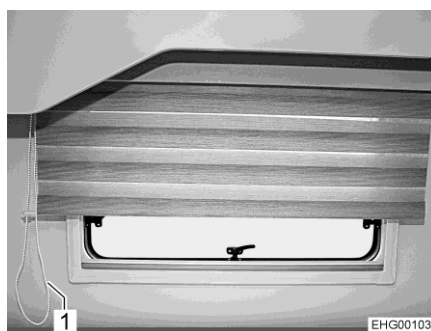

Bild 111 Variabel rullgardin i det bakre området
- Dra i snöret på kedjan (Bild 111,1) som stänger den variabla rullgardinen tills rullgardinen befinner sig i önskat läge.
- Dra i snöret på kedjan (Bild 111,1) som öppnar den variabla rullgardinen tills rullgardinen befinner sig i önskat läge.